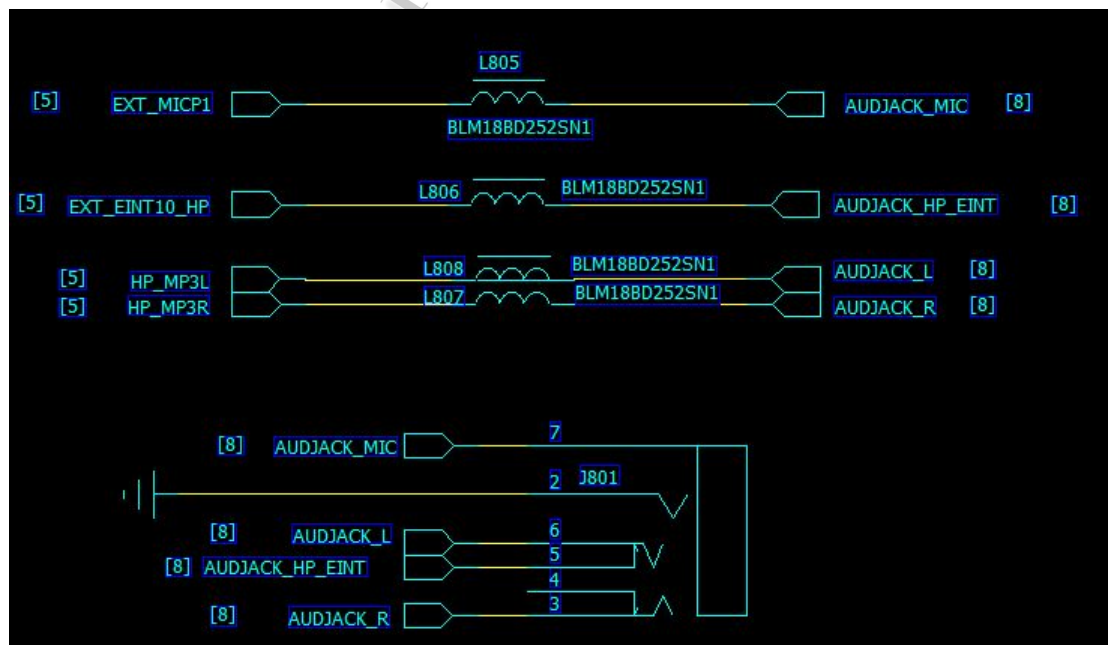

图 3-7
- MIC1 通路主要用于耳机 MIC 输入, 采用的是单端输入方式, HP\_MP3L / HP\_MP3R 通道主要用于耳机左右声道输出, 其组成的典型耳机电路如图 3-7 所示